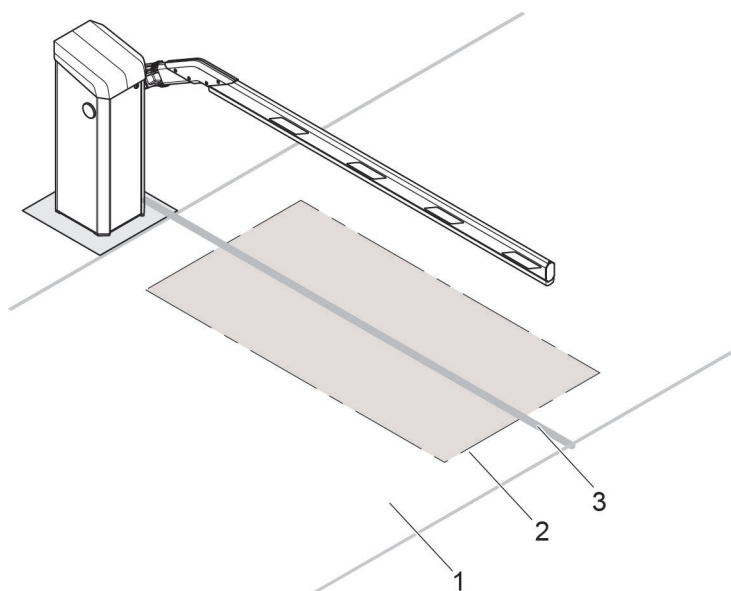

Bild 18: Exempel på anordning av en induktionsslinga för personbilsdrift, här beskrivet för bomtyp "Access/Parking"
- Avståndet från induktionsslingan till trottoarkanten bör vara ca 300 till 500 mm. → Se även Bild 18.